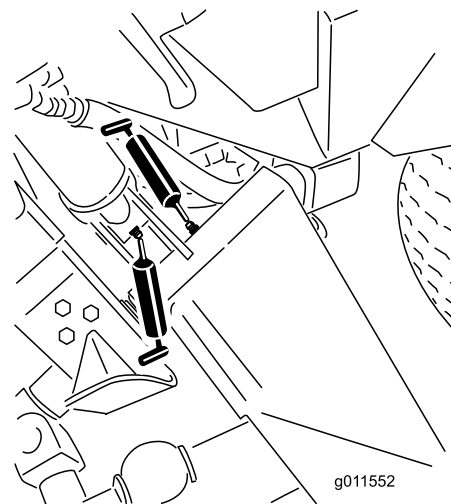
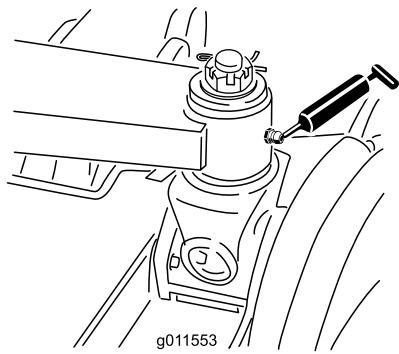

Figure 42
Figure 43
- 6 bagues de bras de levage principal (Figure 42 et Figure 43)